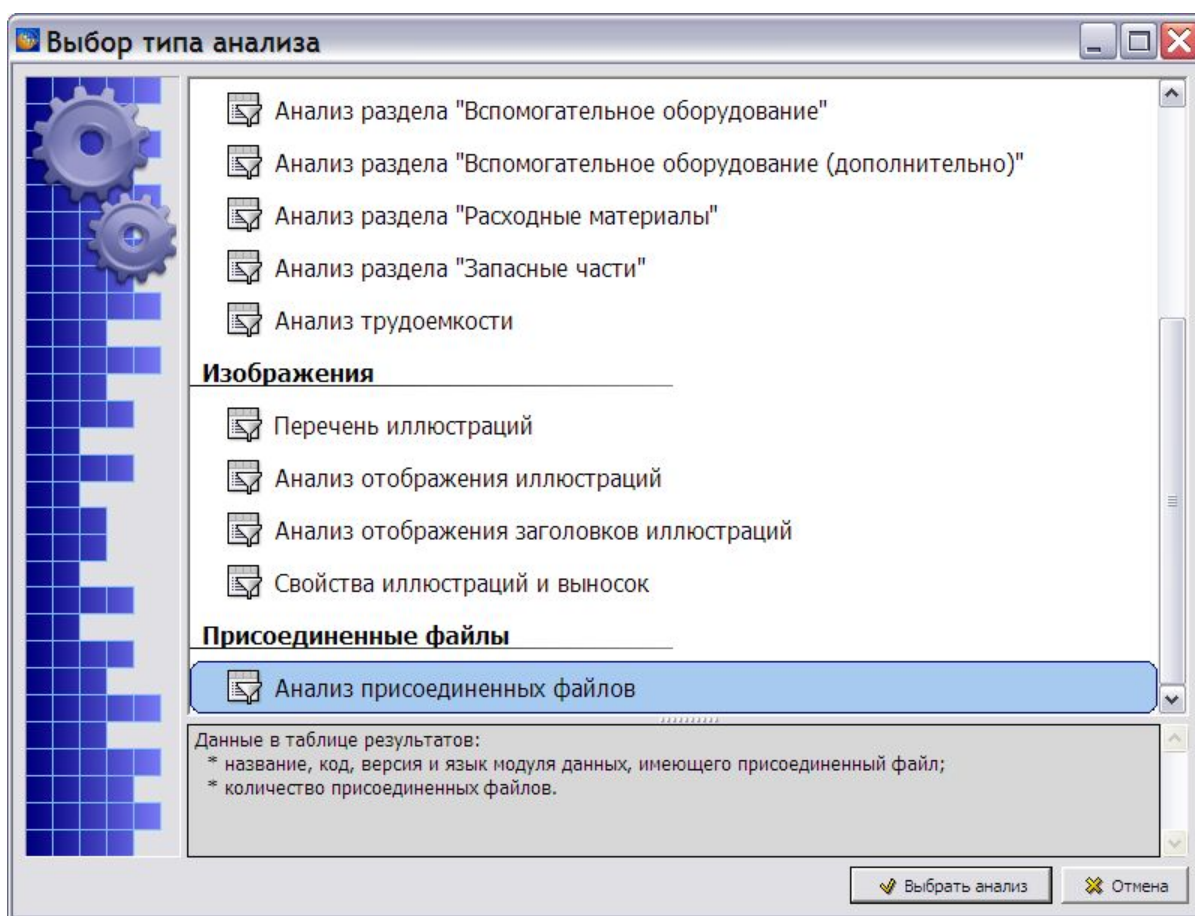

Рис. 8.215
1. В окне **Выбор типа анализа** выберите тип анализа «Анализ присоединенных файлов» (Рис. 8.215).